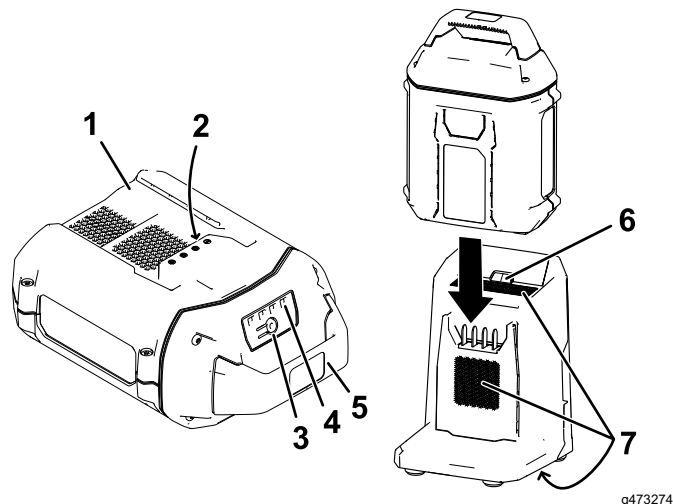

Figura 18
2. Alinee el hueco de la batería (Figura 18) con la lengüeta del cargador.
3. Introduzca la batería en el cargador hasta que esté completamente asentada (Figura 18).